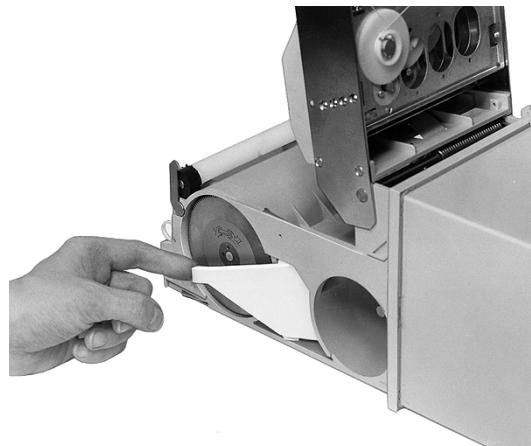

Bild 16 Papierrollenhalter aufklappen
3. Papierrollenhalter bis zum Anschlag aufklappen (siehe Bild 16).